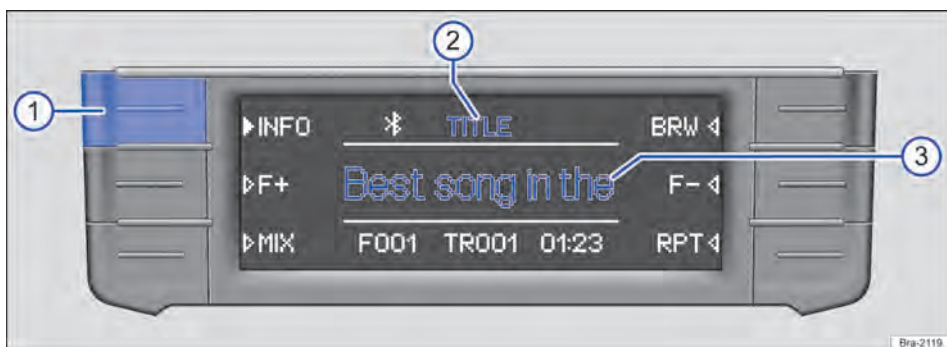

Fig. 135 Exemplo de exibição na operação de mídia: informações das faixas de um CD de MP3 em execução.
Em CDs de áudio sem texto de CD, na linha central do display → Fig. 135 ③ é exibido somente TRACK e o número da faixa conforme a sequência na unidade de armazenamento de dados.
No centro da linha superior do display é exibido o tipo da informação de faixa selecionada, por exemplo, TITLE → Fig. 135 ②.
- Pressionar brevemente o botão de função **[INFO]** → Fig. 135 ① para trocar o tipo de informação exibida da faixa. ▶
Exibição → Fig. 135 ②	Informação da faixa → Fig. 135 ③